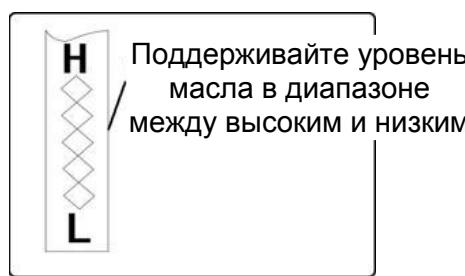

Рисунок 35
4. Выкрутите масляный щуп из маслозаливной горловины. Отметьте уровень масла. Если уровень масла на масляном щупе ниже отметки "LOW" ("НИЗКИЙ"), аккуратно дойдите масло до отметки "HIGH" ("ВЫСОКИЙ") (см. рис.35).